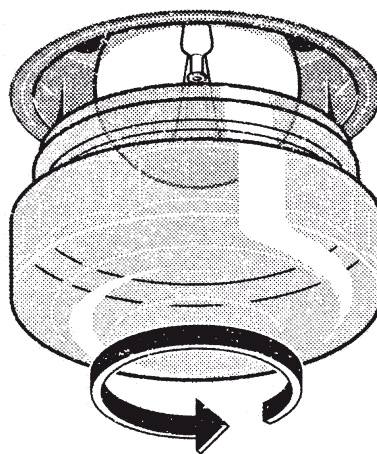

Fig. 5
- Svitare la copertura della lampada (Fig. 5), sostituire la lampada (vedere la nota per il tipo di lampada) e avvitare di nuovo il coperchio della lampada.